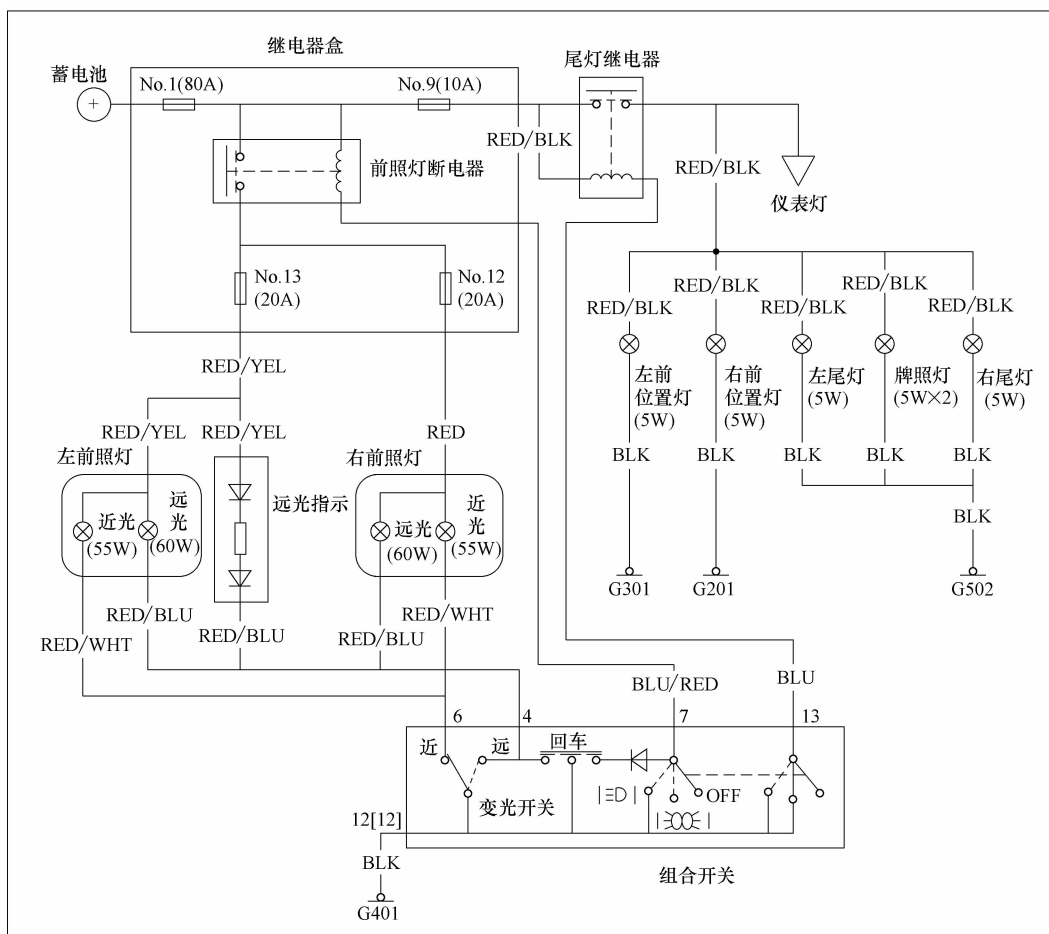

图 4-23 本田汽车的照明电路
(2) 实例 如图 4-23 所示,本田飞度轿车的照明电路是控制搭铁式的。